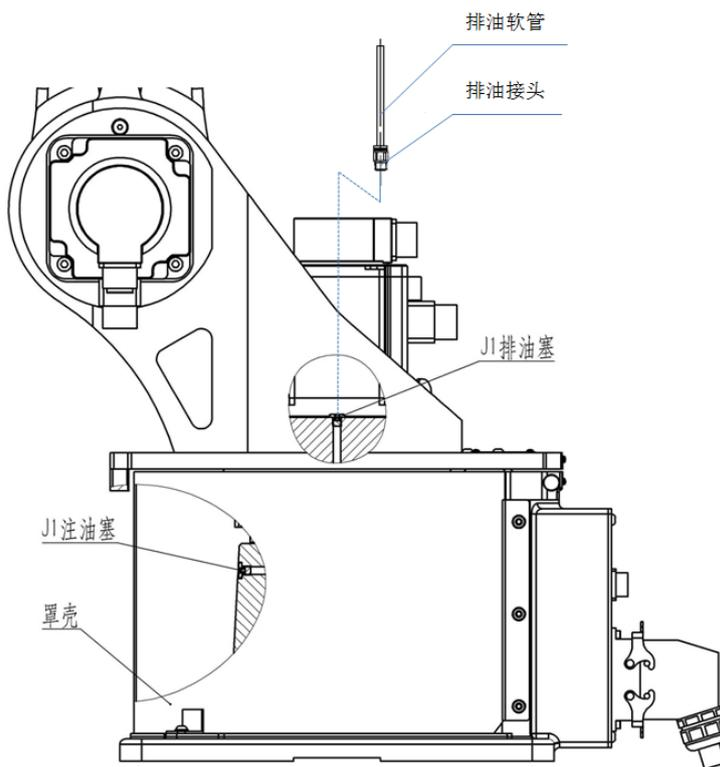

图 3.1 J1 轴油口示意图
J1 轴油口位置，参考章节 3.3.4，图 3.1
1) J1 轴油脂补充与更换（参考图 3.1）